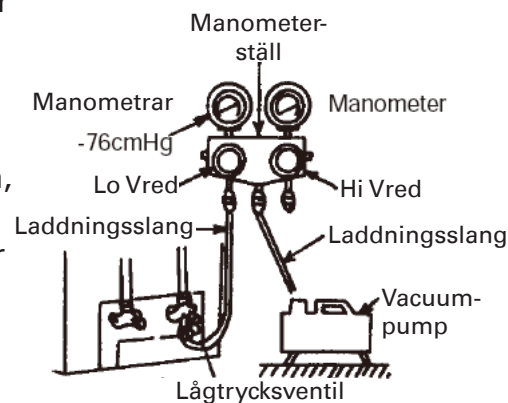

Fig.10
8. Dra åt locket på lågtrycksventilen. (Som visas i Fig.10)